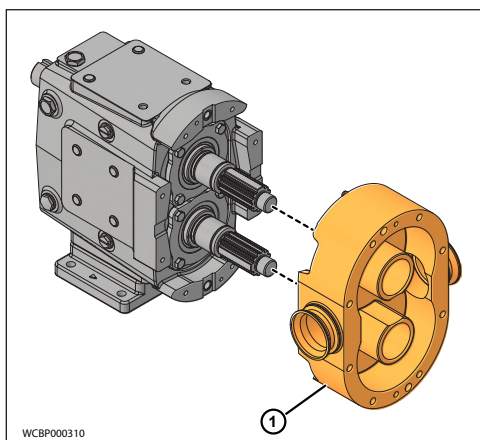

Figure 35 - Dépose du corps de pompe
4. Retirez le corps de pompe (1) en le tirant directement des goujons (figure 35). Utilisez un marteau doux pour vous aider à retirer le corps de la pompe s'il est coincé.